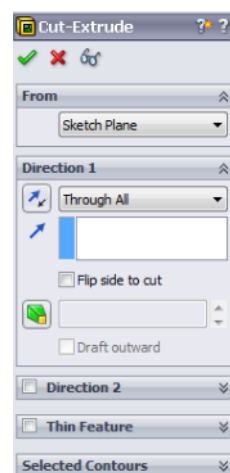

Рис. 31
1. Натисніть кнопку **Extruded cut** (Витягнутий виріз)  на панелі інструментів «Features» (Елементи). Появиться діалогове вікно PropertyManager **Extrude** (Витягнути) (рис. 31).